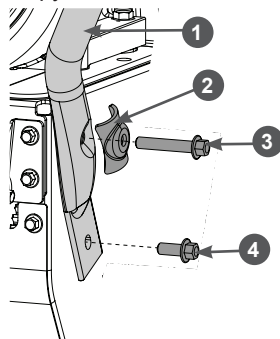

Рис. 6 Установка рукоятки (расположение болтов)
- выкрутите из рамы снегоотбрасывателя болты 3 и 4, снимите шайбу 2 (Рис. 6);
- совместите нижние отверстия в раме снегоотбрасывателя и рукоятке 1, и вставьте в отверстия болты 4 (М8х20) и закрутите их на несколько оборотов, не затягивая (Рис. 6);